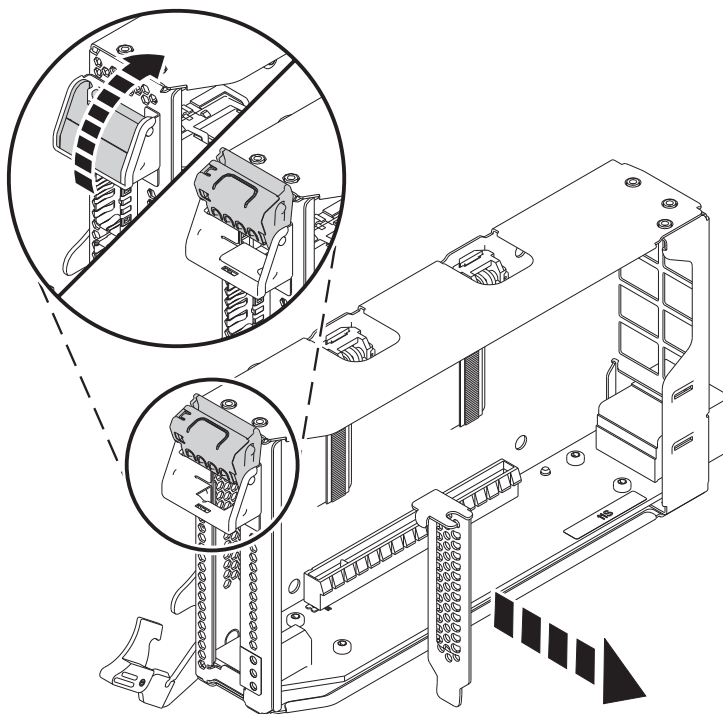

Figura 29. Extracció del panell de reblliment de l'adaptador PCIe del casset de l'adaptador
- c. Per desbloquejar una contrapunta del panell de reblliment, feu girar el pestell que es troba a l'extrem de la contrapunta del casset tal com es mostra a la Figura 29 a la pàgina 30.
- d. Extraieu la contrapunta del panell de reblliment del casset, tal com es mostra a la Figura 29 a la pàgina 30.